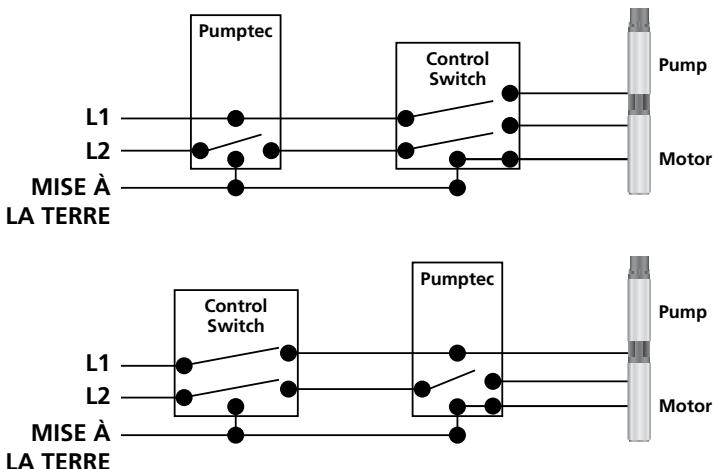

Figure 2A : Options d'installation pour moteur à 2 fils
5. Le Pumptec peut être câblé en amont ou en aval de l'interrupteur de commande pour les moteurs à 2 et à 3 fils. Sélectionnez une option d'installation dans les figures 2A et 2B.